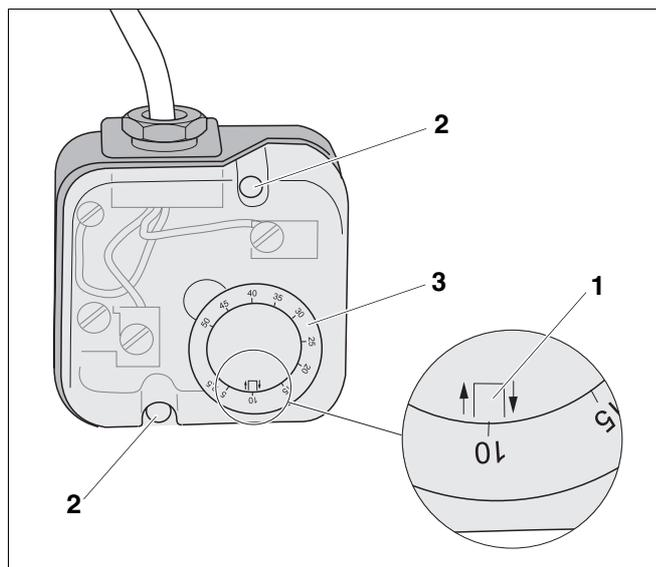

Fig. 29 Adattare il regolatore della pressione del gas
- Controllare le impostazioni del regolatore della pressione del gas (fig. 29) e, se necessario, correggerle: